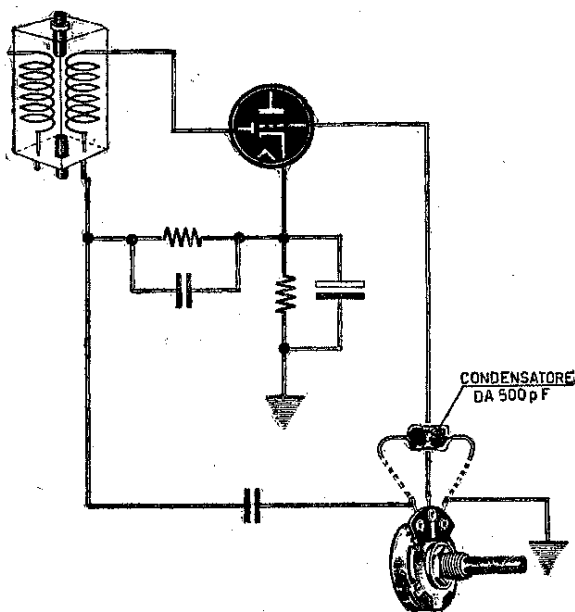

Fig. 56
- 145** Inserire un condensatore della capacità di 500 pF fra i terminali estremi del potenziometro di volume (fig. 56).